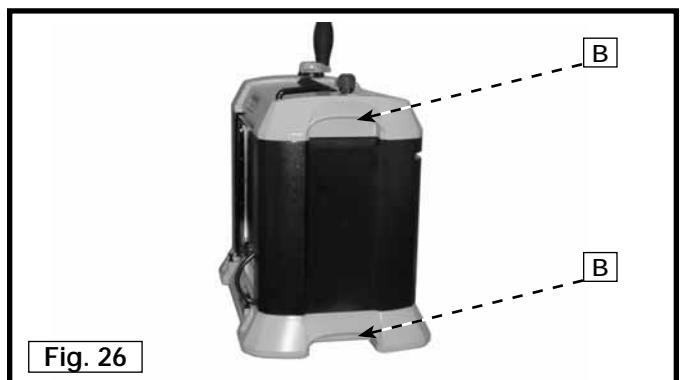

Fig. 26
Des poignées de transport (B) fig. 26 se trouvent de chaque côté de la raboteuse, à la base et au sommet.